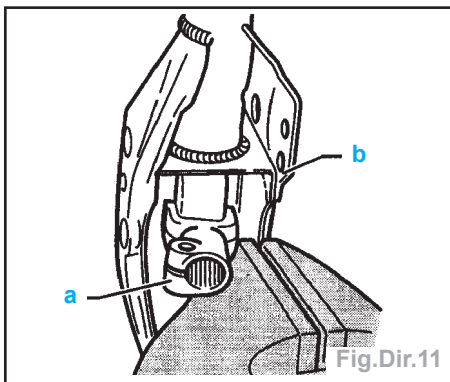

Fig.Dir.11
- Mettre le tube-enveloppe en place dans l'étau tel qu'indiqué sur la figure, de telle sorte que le joint de cardan (a) prenne appui sur l'étau et que le tube-enveloppe (b) soit poussé le plus possible vers le bas, ce qui entraîne la compression du ressort inférieur du tube de direction, serrer l'étau (Fig.Dir.11).